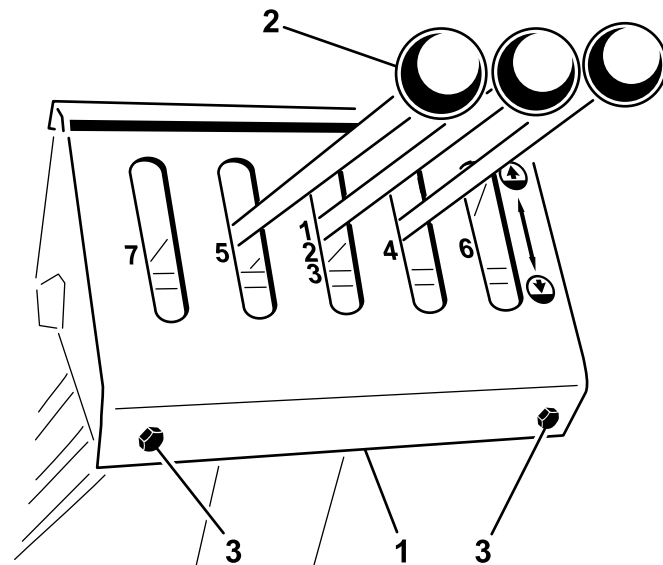

図 8
1. コントロールタワーについているキャップスクリュー 4本を外してコントロールパネルカバーを取り外す 図 8。
4. コントロールパネルカバーを取り付ける。穴に対応しているキャップスクリューを使用すること 図 8
5. ピボットブロックにコントロールレバーを取り付ける 図 7と図 8。